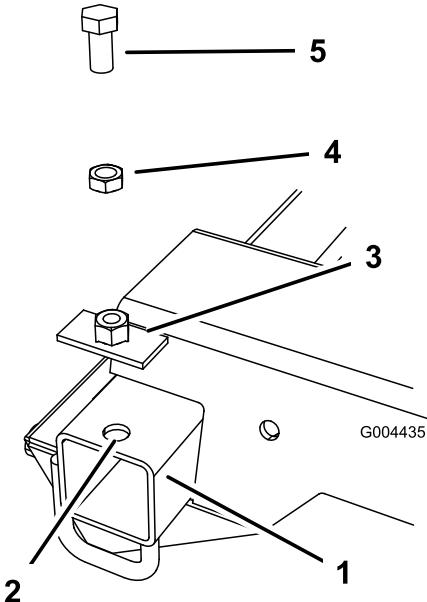

Bild 3
- Fluchten Sie eine Schweißplatte mit dem Ende des Rahmens (Bild 3) aus und markieren Sie mit einem Stanzer das mittlere Loch der Platte.
- Entfernen Sie die Platte vom Rahmen und bohren Sie an der Stelle, die Sie mit dem Stanzer markiert haben, ein Vorbohrloch in die Oberseite des eingeschweißten Rahmenrohrs (Bild 3). Vergrößern Sie den Durchmesser des Lochs auf 13 mm und 16 mm.